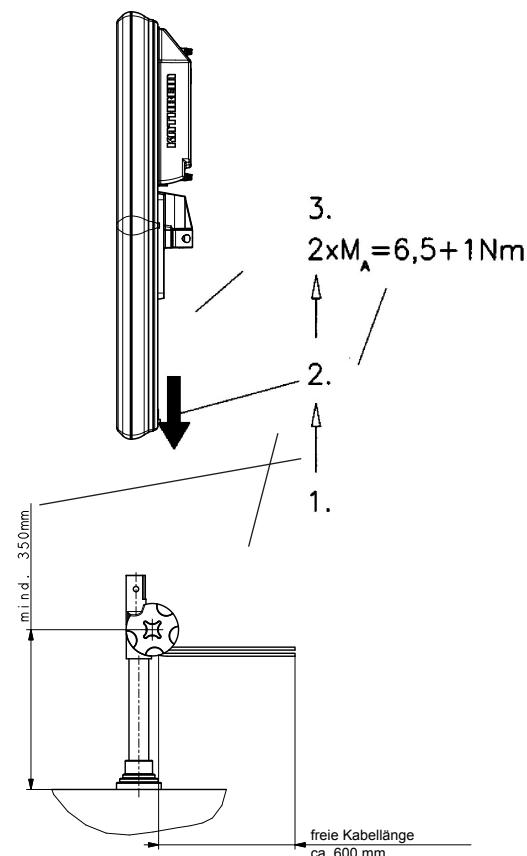

Abb. 6
Antennenbefestigung (Abb. 6)
1. Bereiten Sie den Mast-Gelenkkopf wie in Abb. 6 dargestellt wird